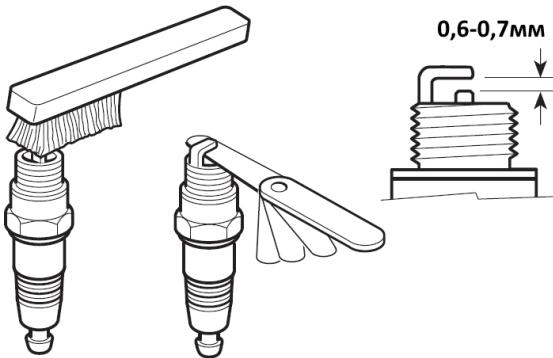

Рис.8
2. Регулярно перевіряйте стан свічки запалювання. При необхідності очистіть електроди від нагару та відрегулюйте зазор, який має дорівнювати 0.6 мм.(рис.8)